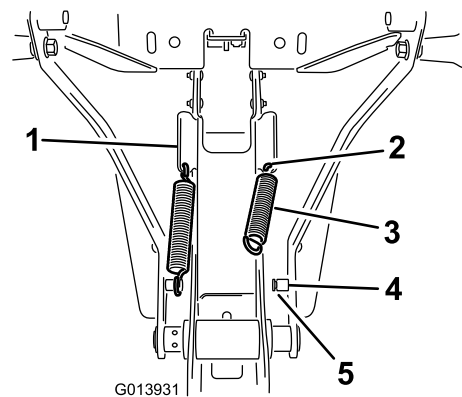

図 10
- フレーム・アセンブリの側面にあるアングル・タブの下端についている穴にスプリングを取り付ける図10。
- スプリングの一方の端を穴に引っ掛け、もう一方の端をスプリングポストに引っ掛ける図10。
- スプリングの端部が柱の溝に適切にはまっていることを確認する図10。